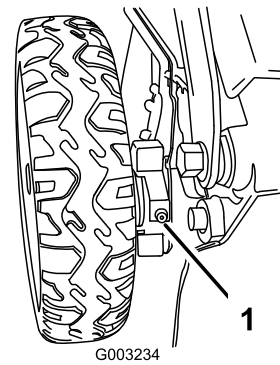

Figura 27
1. Limpie con un trapo limpio los engrasadores situados justo dentro de las ruedas traseras (Figura 27).